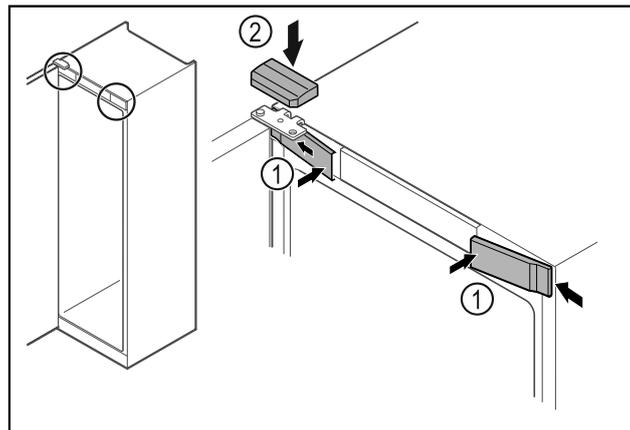

Fig. 49 \*
- ▶ Zaháknite predné kryty Fig. 49 (1) naboku a zaistite ich.\*
- ▶ Zaistite horný kryt Fig. 49 (2) zhora.\*